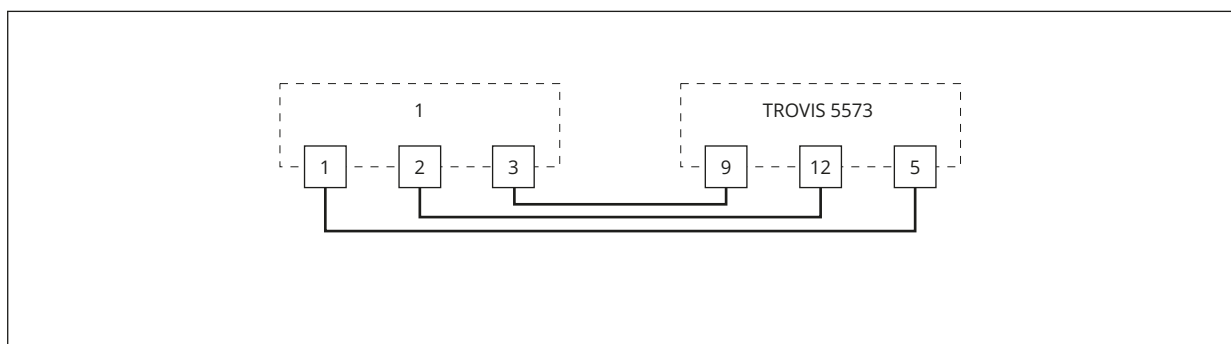
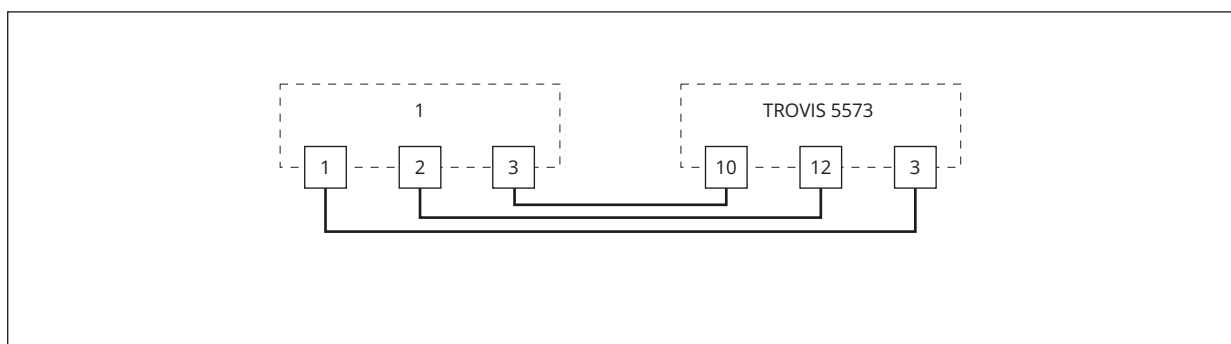

Bild 6: Anschluss eines Raumleitgeräts für RK1
Bild 7: Anschluss eines Raumleitgeräts für RK2
- ⇒ Anschluss nach Bild 6 und Bild 7 vornehmen.